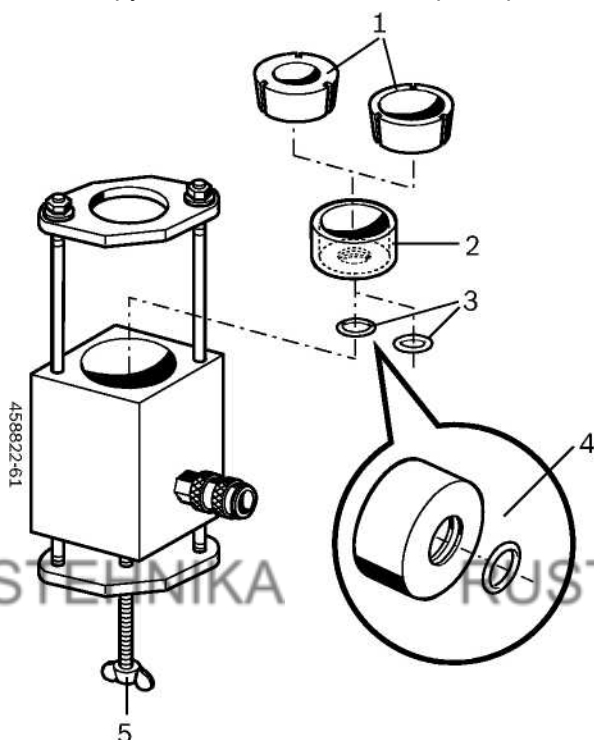

Рис. 7. Замена зажимного кольца и кольца круглого сечения.
1. Ослабить зажимное кольцо **1** (рис. 7) вращением натяжного болта **5** (рис. 7) в направлении против часовой стрелки.
2. Извлечь зажимное кольцо из вставки зажимного кольца **2** (рис. 7) камеры впрыска.
4. При необходимости извлечь кольцо круглого сечения **3** (рис. 7), из вставки зажимного кольца **4** (рис. 7).